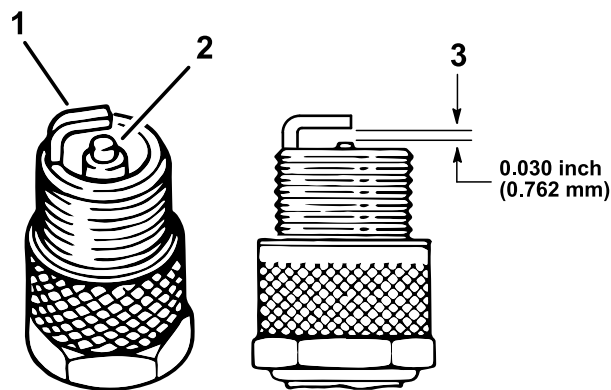

Figura 37
- Verifique o estado dos eletrodos lateral e central, bem como do isolante do eletrodo central, certificando-se de que não se encontram danificados (Figura 37).
- Ajuste a folga existente entre a zona central e lateral do eletrodo para 0,76 mm, como se mostra na Figura 37.